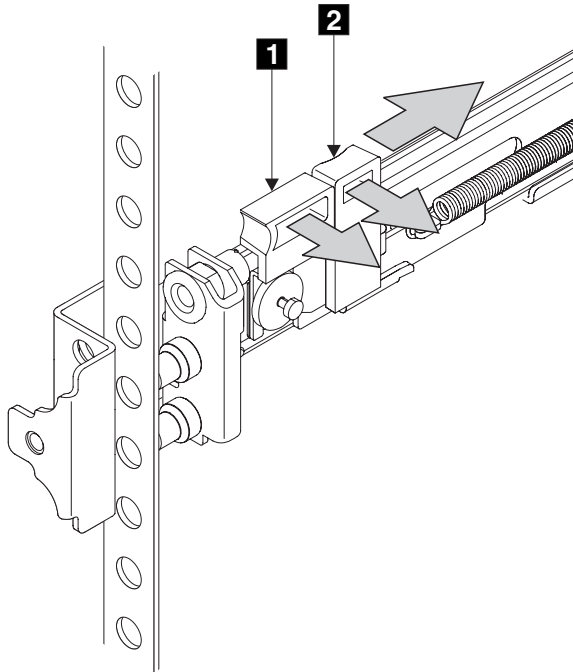

図 51. SAN ポリウム・コントローラー用左方サポート・レール
2. 78 ページの図 51 に示すように、左手の人さし指をラッチ・レバー **2** の後端に置き、左手の親指をラッチ・ロック **1** の前端に置きます。